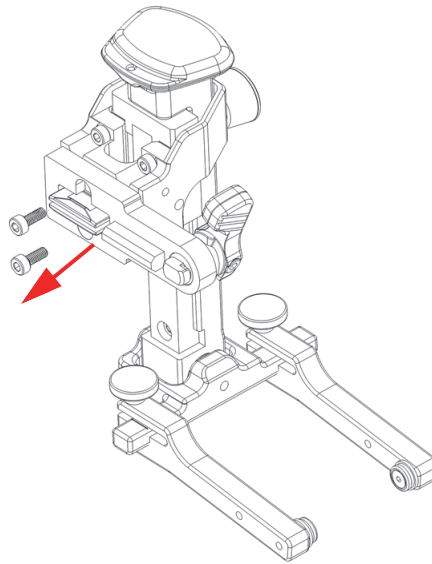

Рис. 2-19 Извлечение двух винтов
1. С помощью шестигранного ключа 2,5 мм открутите и извлеките винты на кронштейне подпружиненного рычага (Рис. 2-19 на стр 55).